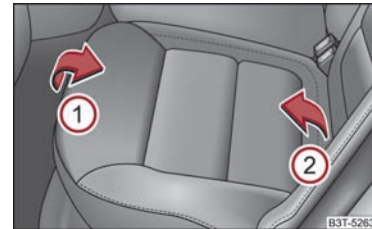

Abb. 75 Sitzfläche vorklappen
- Sitzfläche in Pfeilrichtung ① ⇒ Abb. 75 hochziehen und in Pfeilrichtung ② nach vorn klappen.